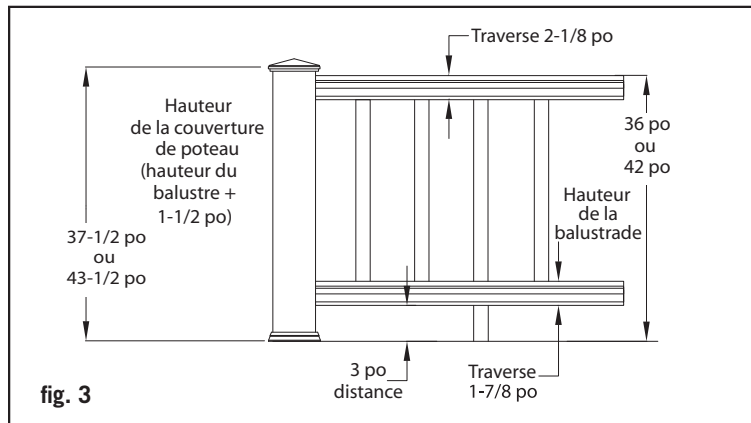

fig. 3
Étape 5 : Taillez les manchons de poteaux 4x4 pour la longueur. Les manchons de poteaux devraient être d'au moins 1-1/2 po plus longs que la hauteur de la traverse pour accommoder un capuchon de poteau (fig. 3). Exemple – pour une traverse de 36 po de haut, taillez le manchon à au moins 37-1/2 po, mais peut être plus long si vous le désirez. Glissez un manchon de poteau taillé sur chaque poteau de traverse de 4x4. Glissez une garniture de base de poteau sur chaque manchon de poteau.
Étape 8 : Assemblez la traverse inférieure et l'assemblage du bloc de support. Il faut un bloc de support à tous les 2 pi de centre-à-centre. Vérifiez les exigences du code de la construction pour l'espacement maximum entre la surface de la terrasse et le bas de la traverse (balayage). Un espacement de 3 po est recommandé, mais peut être plus ou moins si les codes le permettent (fig. 3). Taillez les blocs de support à la hauteur voulue et pré-percez des trous de 1/8 po au bon endroit. Les trous devraient être centrés sur la traverse inférieure pour que les blocs de support s'ajustent correctement. Utilisez les raccords de blocs de support et attachez les blocs de supports sous la traverse inférieure.
Étape 11 : Calculez la longueur des balustres (fig. 3). La Fig. 3 montre comment une balustrade de 36 po devrait être dimensionnée. En commençant avec une distance de 3 po au bas + 2 po à partir du pied de la balustrade + des balustres d'une hauteur de 29 po + 2 po pour la rampe de dessus = une balustrade d'une hauteur de 36 po. Si ce sont les dimensions que vous utiliserez, coupez des balustres d'une longueur de 29 po en utilisant une ébouteuse ou une scie à onglet. Coupez des balustres de 35 po pour une balustrade de 42 po de hauteur. Si vous voulez que votre balustrade soit d'une hauteur différente, référez-vous à la fig.3 comme outil de planification afin de déterminer la hauteur dont vous couperez les manchons de poteaux et les balustres. **Note : Utilisez un porte-pièce afin de vous assurer d'une longueur constante (+/- 1/16 po).** Taillez les balustres de la bonne longueur. Placez les balustres dans chaque embout de balustre. Tapez doucement sur les balustres avec un maillet en caoutchouc afin d'éliminer tout espacement possible. Nivelez d'un bout à l'autre.